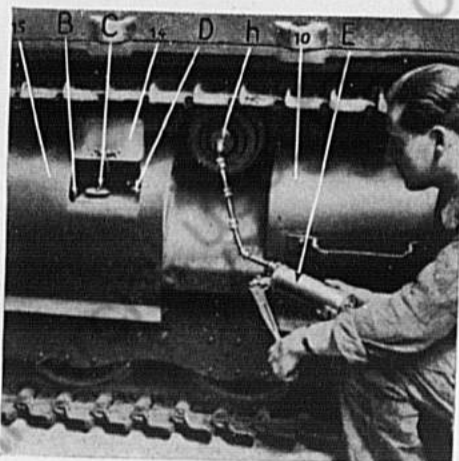

Bild 40. **Mittelteil.**
Nach jedem Nachstellen der Gleislatten schiebt man Fett auf die Gewinde der Spannbolzen (2) und die Röhre der Zwischenzahnrad (5) an den äußeren und inneren Sechsmuttern (Bild 40).